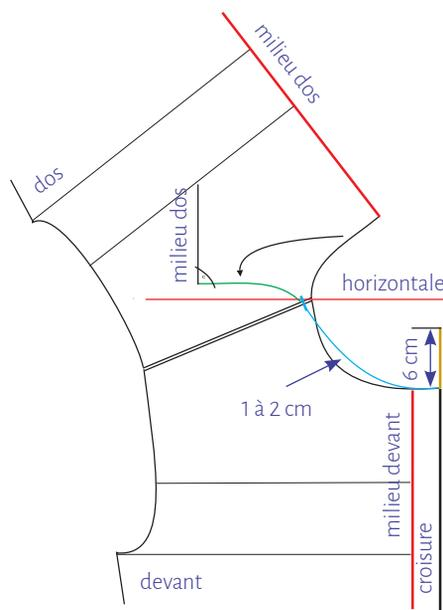

Fig. 22
Juxtaposez le patron dos et le patron devant du buste par les lignes d'épaule (Fig. 22).
**Dos** : recopiez la ligne d'encolure dos, ainsi qu'un extrait de la ligne du milieu dos sur un papier transparent. Placez cette copie en miroir depuis le point d'épaule élargi à l'encolure (ligne verte, Fig. 22). La ligne du milieu dos placée en miroir doit être perpendiculaire à la ligne horizontale tracée précédemment (ligne rouge, Fig. 22).
**Devant** : tracez une parallèle à la ligne du milieu devant de la largeur de la croisure. Cette largeur dépend du style de vêtement, du diamètre des boutons ou de l'épaisseur du tissu employé : en principe elle est de 2 à 3 cm (revoir aussi page 16). Prolongez la ligne de croisure sur 6 cm depuis l'extrémité de l'encolure (ligne marron, Fig. 22). Cette mesure correspond à la hauteur moyenne standard du cou entre l'encolure et le montant mesuré au milieu devant (flèche rouge, Fig. 23).
Depuis l'extrémité de la ligne d'encolure dos sur la ligne d'épaule (ligne verte, Fig. 22), retracez la forme de l'encolure devant en aplanissant légèrement la courbe (ligne bleue, Fig. 22). Cette opération est nécessaire, car si la ligne du bas de la capuche conserve la même forme que la ligne de l'encolure, alors la partie basse de la capuche risque de bâiller après le montage de la capuche et du buste.
Pour que le tracé de la suite de la construction soit plus lisible, recopiez à l'aide d'un calque, d'un papier carbone ou d'une roulette la totalité de la ligne du bas de capuche (lignes bleue et verte, Fig. 22) avec la ligne de milieu dos de la capuche (ligne noire, Fig. 22). Pour la couture d'assemblage, il est important de reporter le cran qui indique le placement de l'épaule.